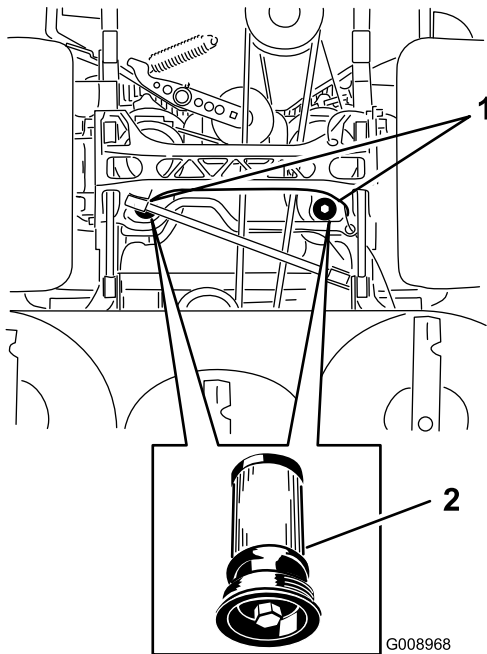

Bild 88
5. Stellen Sie eine Auffangwanne unter den Filter, bauen Sie den alten Filter aus und wischen Sie die Dichtungsfläche des Filterstutzens sauber (Bild 88).
6. Ölen Sie die Gummidichtung am Ersatzfilter leicht mit Hydrauliköl ein (Bild 88).